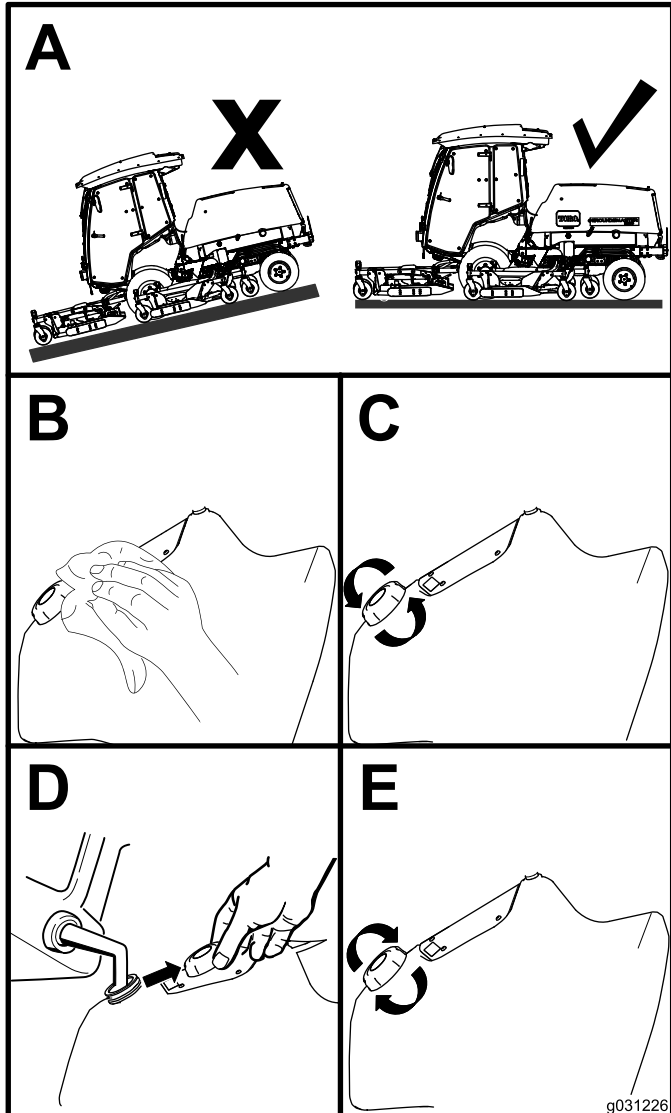

Figura 16
1. Aparque la máquina en una superficie nivelada (Figura 16).